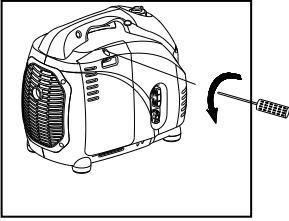

Fig.28
2. Aflojar el tornillo y desmontar la tapa (Fig.28).